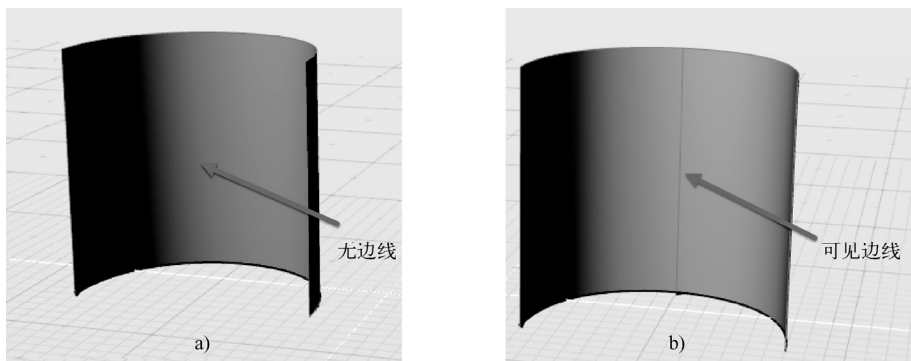

图 3-91 挤出曲面对比
5) 使用“挤出”工具分别对两个新对象实施操作, 获得图 3-91 所示的结果: 在“连接曲面实体”的基础上挤出的面上无可见边线; 在“合并”曲线的基础上挤出的面上, 可明显看到一条与“合并”曲线接合点对应的边界线。